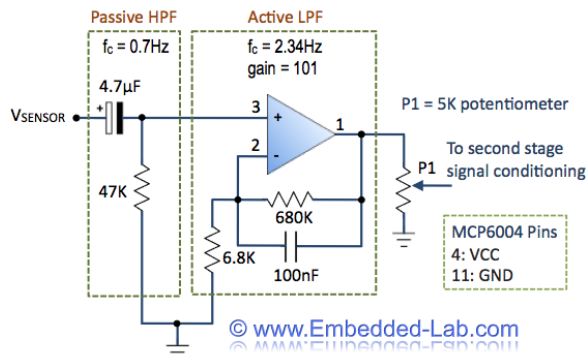

Рисунок 4.
На выходе датчика (V_{SENSOR}) мы получим периодический физиологический сигнал, связанный с изменением интенсивности отраженного ИК-излучения, обусловленным пульсирующим объемом крови в пальце. Сигнал, таким образом, синхронизирован с частотой сердцебиения. Следующая схема (Рисунок 4) представляет собой первый этап преобразования сигнала от ИК-датчика, на котором выполняется подавление достаточно больших медленных волн (постоянной составляющей) и повышение слабых быстрых волн (переменной составляющей), которые несут информацию о пульсе.
- Неуверено, что схема выполненная на операционном усилителе (рис.4) активный фильтр нижних частот (ФНЧ).